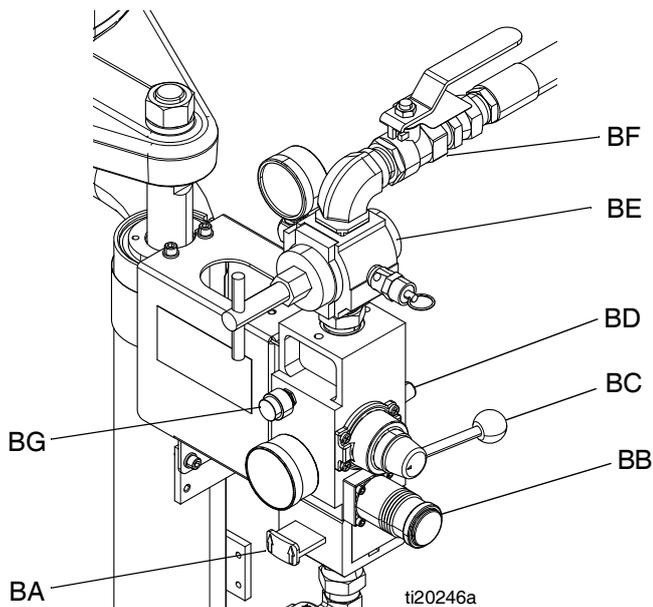

FIG. 2. Commandes pneumatiques intégrées
| G Commandes pneumatiques intégrées (voir FIG. 2 page 6) | |
2. Voir FIG. 2, page 6.
- a. Fermer la vanne à bille (BF) du moteur pneumatique et la vanne coulissante principale (BA) de l'air.
- b. *Si l'élévateur est dans une position levée*, mettre la vanne de commande (BC) de l'élévateur sur DOWN (Baisser). L'élévateur va doucement descendre.
2. Consulter la FIG. 1 et la FIG. 2. Fermer tous les régulateurs de débit d'air et les vannes d'air.
3. Ouvrir la vanne d'air coulissante principale (BA) et régler le régulateur d'air (BB) de l'élévateur sur 0,31 MPa (3,1 bars ; 45 psi). Mettre la manette (BC) de la vanne de commande sur UP (Lever) et laisser l'élévateur monter entièrement.